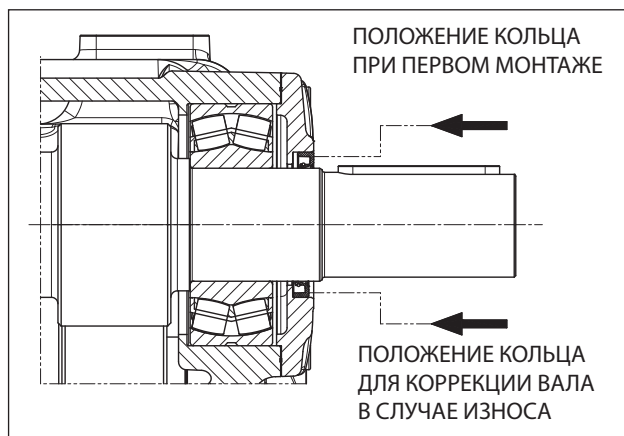

Рис. 118
Перед тем как приступить к установке радиального уплотняющего кольца, проверьте состояние уплотнительной кромки. Если понадобится замена, установите новое кольцо, как показано на Рис. 118.
**Если вал BOM имеет диаметральный износ в месте уплотнительной кромки, во избежание проведения шлифовки можно наложить кольцо, как показано на Рис. 118.**